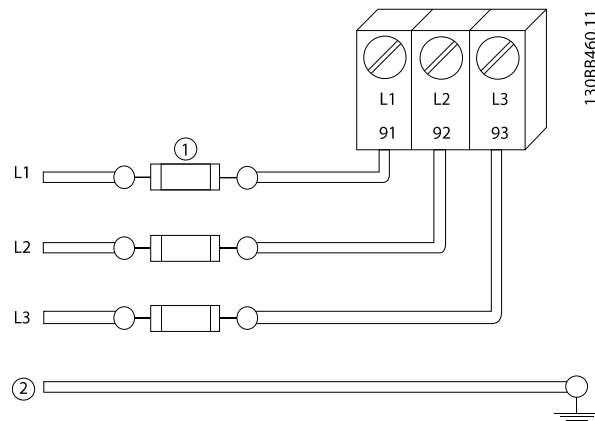

Bild 2.6 Frekvensomformarsäkringar
- Alla frekvensomformare måste vara försedda med kortslutningsskydd och överspänningsskydd. För detta krävs det ingångssäkringar – se Bild 2.6. Om frekvensomformarna levereras utan säkringar måste installatören tillhandahålla säkringar som en del av installationen. Uppgifter om maximala säkringsklassificeringar finns i .